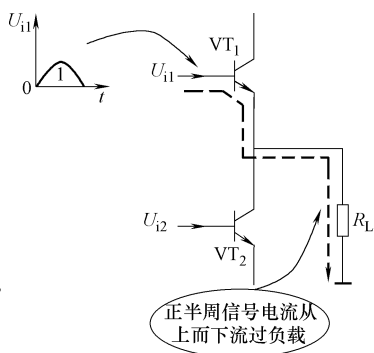

图 11-110 正半周信号回路示意图
2) 正半周情况分析。由于加到功放级的输入信号  $U_{i1}$ 、 $U_{i2}$  幅度已经足够地大,所以可以用输入信号  $U_{i1}$  本身使  $VT_1$  管进入放大区,这一信号经  $VT_1$  管放大后加到负载  $R_L$ ,其信号电流方向如图 11-110 所示,即从上而下流过  $R_L$ ,在负载  $R_L$  上得到半周信号 1。 $VT_1$  管进入放大状态时, $VT_2$  管处于截止状态。